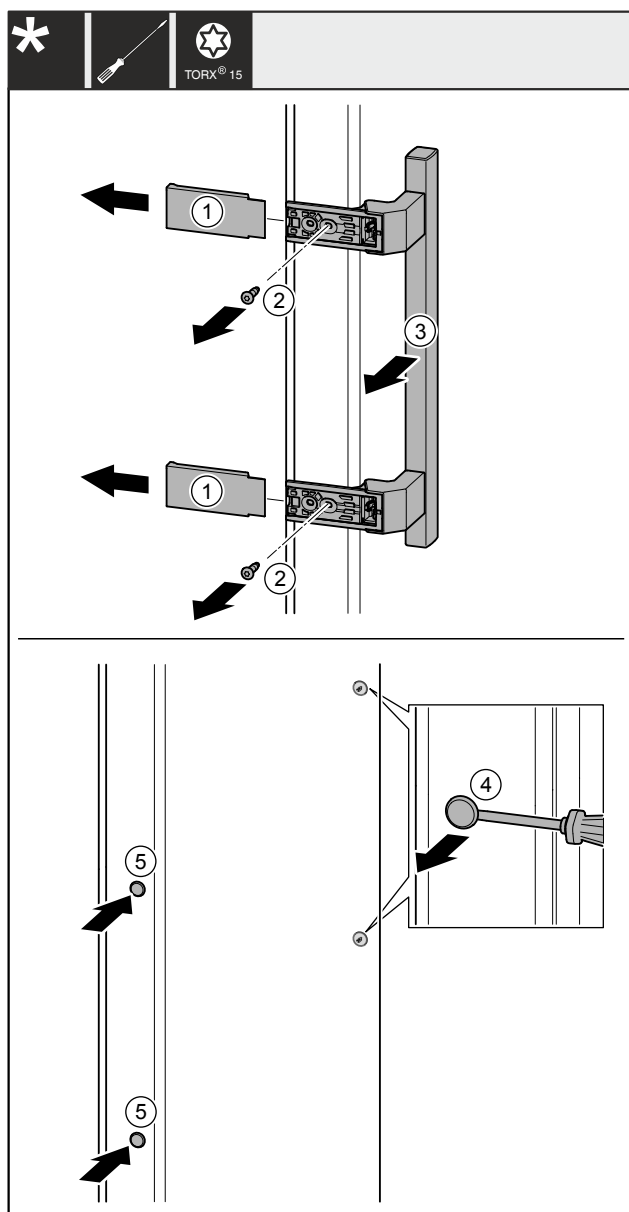

Fig. 40
- Levante las cubiertas Fig. 40 (1).
- Desatornille los tornillos Fig. 40 (2) con el destornillador.
- Retire el tirador Fig. 40 (3).
- Levante con cuidado el tapón lateral Fig. 40 (4) con un destornillador de punta plana y extráigalo.
- Vuelva a colocar el tapón Fig. 40 (5) en el otro lado.